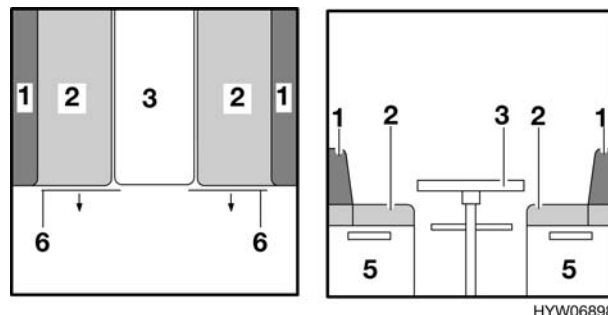

Fig. 86 Prima della trasformazione
- Sollevare leggermente il piano del tavolo in avanti (Fig. 86,3).